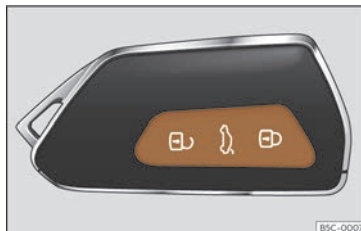

Fig. 77 Cheia cu telecomandă: tastele.
• Încuiere: apăsați butonul  >>> **fig. 77.**